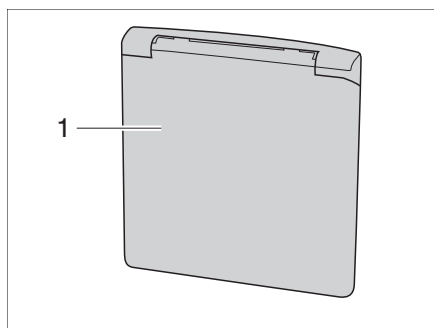

Bild 4 Klappe für 230-V-Anschluss
**Öffnen:** ■ Außenklappe (Bild 4,1) unten greifen und nach oben schwenken.